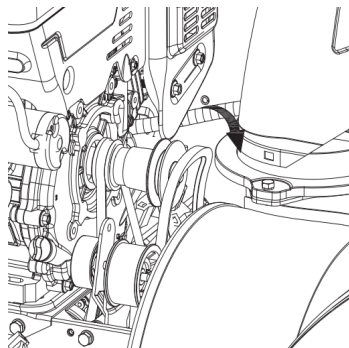

Рис. 25
- Ослабьте и снимите винт с буртиком, который действует как держатель ремня (Рис. 25).